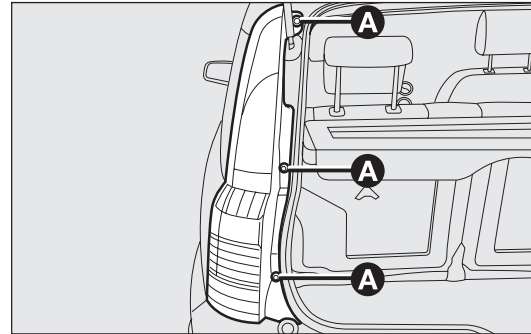

fig. 152
- dévisser les trois vis A-fig. 152 de leur siège correspondant, tirer délicatement vers soi tout le phare jusqu'au dégagement total des trois attaches de maintien (fixées par pression) et décrocher le connecteur ;